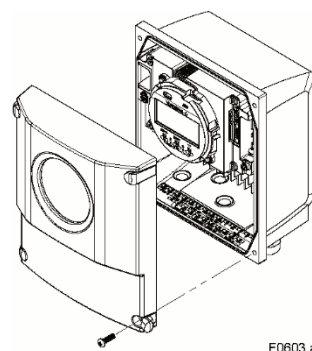

Рис. 6.3 Снятие крышки
(1) Снимите крышку (см. рис. 6.3).